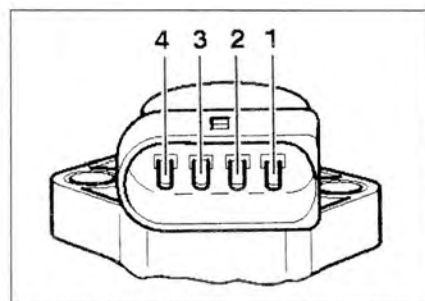

Рис. 4A.16. Отсоедините разъем проводки от датчика и измерьте сопротивление между контактами 1 и 2 датчика.
7. Отсоедините разъем проводки от датчика (рис. 4A.16). Измерьте сопротивление между контактами 1 и 2 датчика.
8. Заданное значение сопротивления показано на рис. 4A.14. Площадь А показывает сопротивление в температурном диапазоне 0-50 °C, площадь В – сопротивление в температурном диапазоне 50-100 °C. Например, температура 30 °C соответствует сопротивлению 1500-2000 Ом; температура 80 °C соответствует сопротивлению 275-375 Ом.